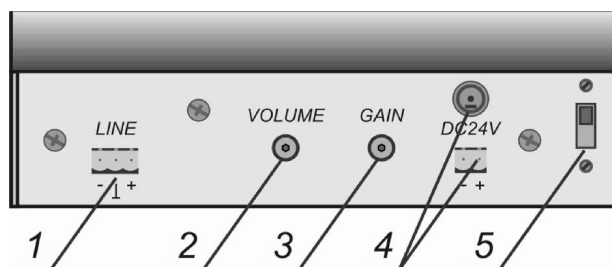

Рисунок 2
3.2 Розміщення органів комутації на задній панелі пульта диспетчера наведено на рис. 2.